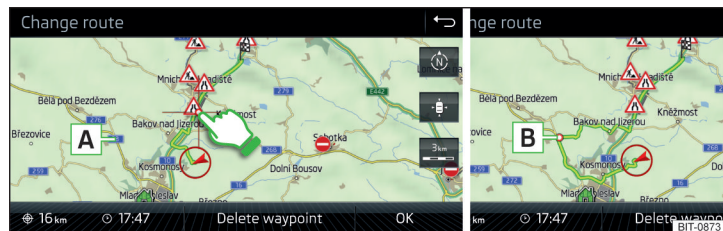

Fig. 248 Modificare traseu pe hartă / punct de trecere traseu
- ▶ Atingeți ecranul în zona traseului și deplasați cruciulița reticulară în zona dorită de pe hartă (de exemplu [A] » fig. 248).
Punctul de trecere [B] » fig. 248 este introdus în traseu.